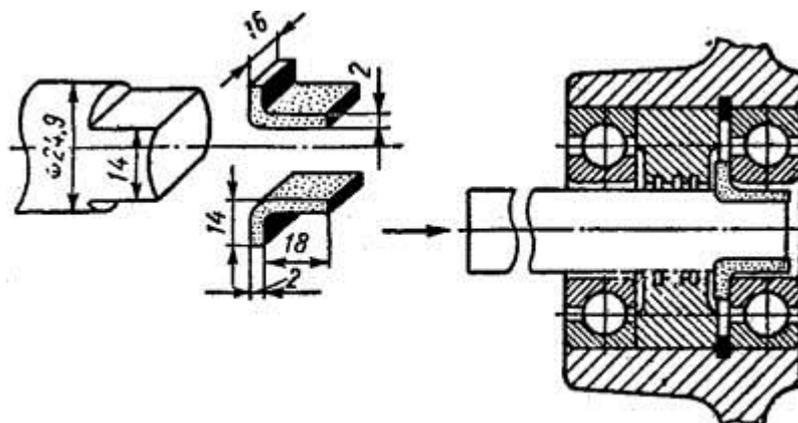

Рис. 97. Приспособление для выпрессовки коренных подшипников из картера двигателя, применяемое вместе с универсальным съемником
1. Вставив во внутреннюю обойму внутреннего подшипника приспособление (рис. 97), укрепить на левой половине картера универсальный съемник (как для выпрессовки коленчатого вала) и ввернуть болт съемника до упора в приспособление.